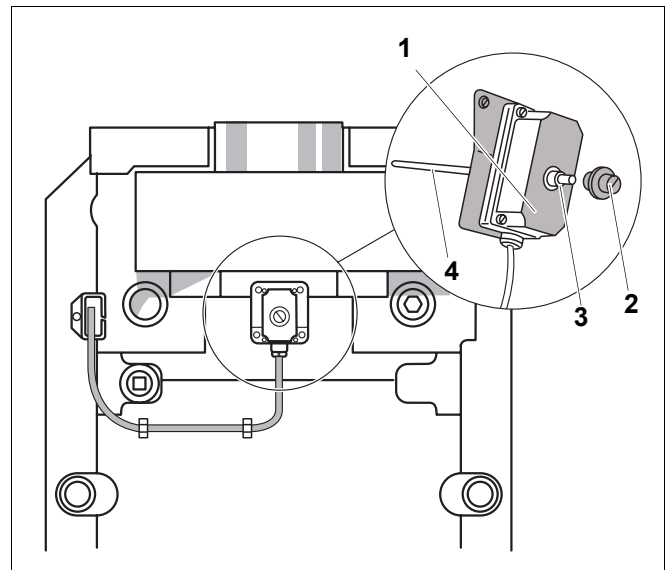

Fig. 33 Verificați sistemul AW 10 gazelor arse
- Deșurubați (Fig. 33, **Poz. 1**) sistemul de supraveghere al gazelor de evacuare de la siguranța de tiraj.
- Păstrați senzorul de temperatură al gazelor de evacuare (Fig. 33, **Poz. 4**) în timp ce arzătorul funcționează în centrul debitului gazelor arse.
- Montați din nou (Fig. 33, **Poz. 1**) sistemul de supraveghere al gazelor de evacuare.
- După ca. 2 minute îndepărtați capacul de (Fig. 33, **Poz. 3**) protecție și apăsați tare (Fig. 33, **Poz. 2**) butonul de resetare.